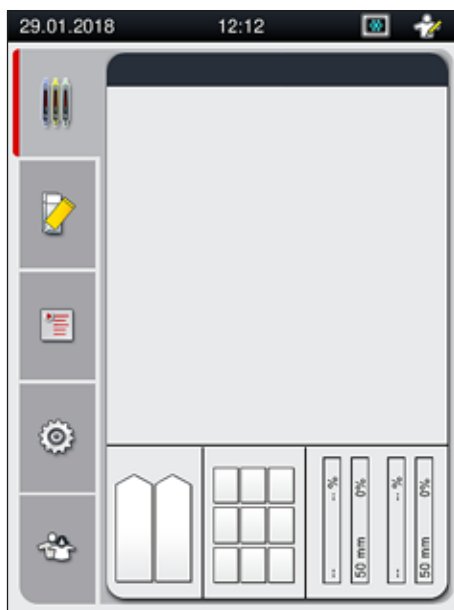

Fig. 12
7. Una vez completada la fase de inicialización, el **menú principal** (→ Fig. 12) aparece en la pantalla.